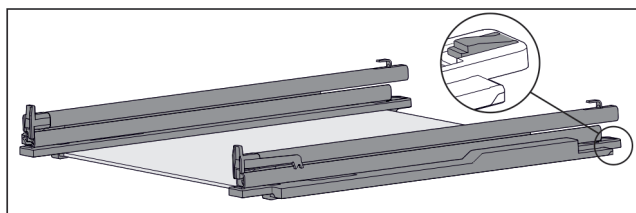

Fig. 120 Скляна пластина з рейками та деталями для підтримки
- ▶ Деталь для підтримки натиснути вниз (див. Fig. 120) і одночасно посунути рейку назад.